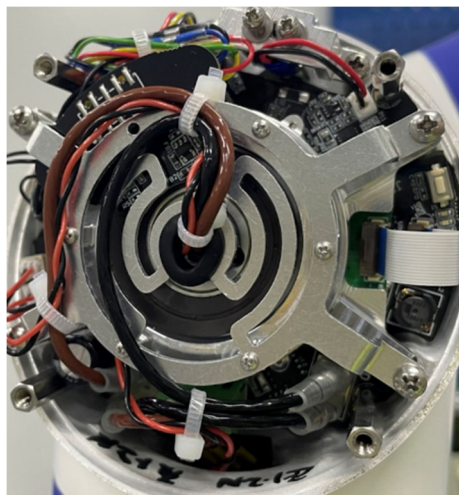

图3-15 重连电线
- 护线环套入线束上后装到束线架上，重新连接电线，之后在线束上护线套一侧的热缩管上扎紧尼龙扎带固定，并用尼龙扎带扎好线束，如图 3-15 所示：